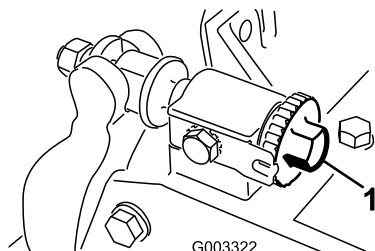

図 7
- A. ベッドバー調整ネジを時計回り (図 7) に、軽い接触感と音がするまで 1 度に 1 クリックずつ回す。
13. リールと下刃の間に、下刃に対して垂直になるように、カッティングパフォーマンスペーパー (Toro 部品番号125-5610) の長いストリップを挿入し (図 7)、次にリールをゆっくりと前方に回転させる。紙が切れるはずですが、切れない場合は、各ベッドバー調整ボルトを時計回りに1クリック回し、紙が切れるまでこの手順を繰り返す。